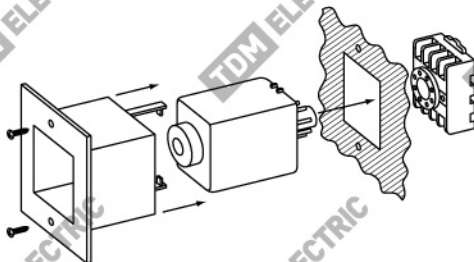

Рисунок 9. Монтаж реле РВ2, РВ3 в вырез в крышке щитка 45x55 мм
- в вырез в крышке щитка 45x55мм при помощи крепления КР-57 для РВ2, РВ3 (см. рисунок 9);